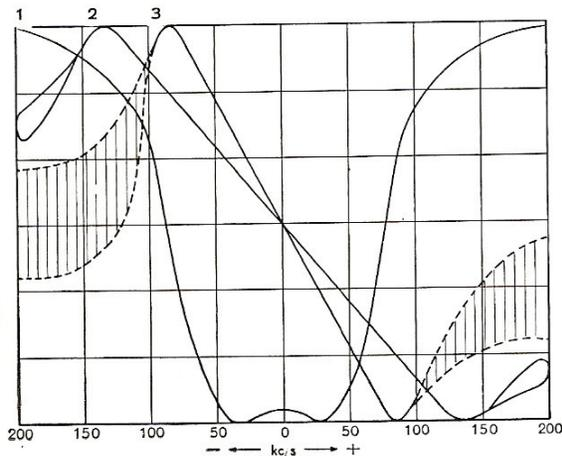
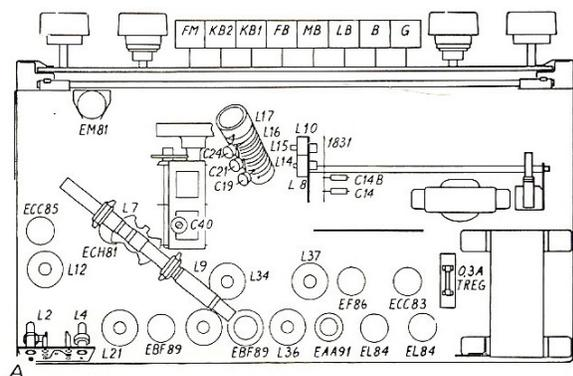
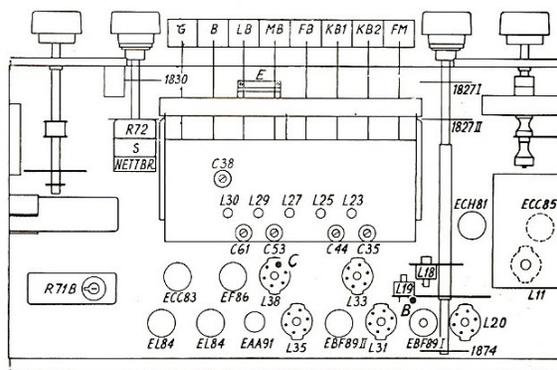

Fig. 10. Oscilloskopkurver for FM-del.
Fig. 14. Sjassiet sett ovenfra (serie 2).
Fig. 15. Sjassiet sett nedenfra (serie 2).
Fig. 10 viser oscilloskopkurver. Signalgeneratoren er koplet til antennebøssingene og oscilloskopet er koplet i serie med 0.2 M $\Omega$  til C46 for MF-kurven, 1, og til C81 for de 2 diskriminatorkurvene. MF-kurven er nyttig under trimmingen. Den smaleste diskriminatorkurven, 3, er for 5  $\mu$ V inn. Den blir utflytende på kantene på grunn av sus. Kurve 2 er for 500  $\mu$ V inn. Sløfene på sidene skyldes fase-
1. Signalgeneratoren tilkoples over L3 (pkt. A, fig. 14) og innstilles på 10.7 Mc/s med sving  $\pm 200$  kc/s. Oscilloskopet koples til den kolde ende av L19 (pkt. B, fig. 15). Kretsene trimmes i rekkefølge L20-L11-L12-L21. Kurven skal ha 2 dB topper og en båndbredde på 160-180 kc/s mellom 6 dB punktene (fig. 10, 1) med et påtrykk som gir 10-15 mV i pkt. B.
2. Signalgeneratoren tilkoples styregitteret på EBF89 I. Oscilloskopet tilkoples over C69 (pkt. C, fig. 15). Først trimmes L38 til S-kurven fremkommer. Deretter trimmes L37 og L31 til størst mulig for-
sterkning. Påtrykket reguleres så likespenningen mellom C83 og sjassi blir ca. 10 V. Til slutt justeres L38, og om nødvendig L37, så kurven får den riktige form (fig. 10, 2). Kurven skal være rett over  $\pm 130$  kc/s.
3. Signalgeneratoren innstilles på 93 Mc/s, mod.  $\pm 200$  kc/s, og tilkoples antennebøssingene. Først koples oscilloskopet til pkt. B for innstilling av nøyaktig frekvens på mottakeren og evt. finjustering av de 4 første kretsene. Påtrykket skal da være 50  $\mu$ V. (Det forutsettes at signalfrekvenskretsen L1 ikke er så meget ute av trim at følsomheten er betydelig redusert. Dette vil i så fall bewirke en viss skjevhet i MF-kurven). Deretter koples oscilloskopet til pkt. C, påtrykket reduseres til 5  $\mu$ V og de 3 siste kretsene finjusteres. Påse at senterfrekvensen forblir uforandret ved den siste omkopling. Kurven skal nå være lineær over  $\pm 80$  kc/s (fig. 10, 3).